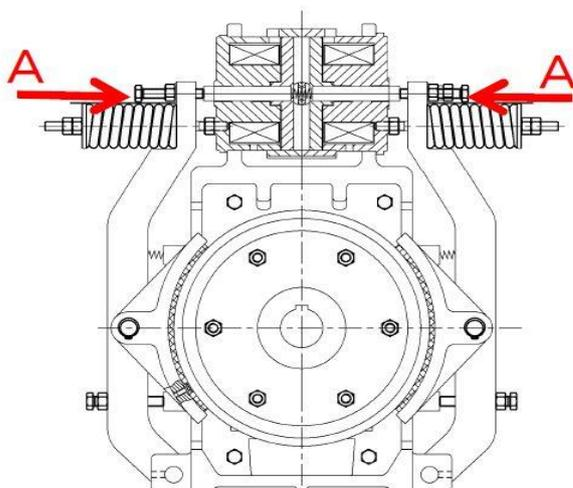

図2 ストローク測定位置
- ・KTM-30FB/38FB/50FBは図2の「A」の箇所です鉄心部stroークで判定してください。